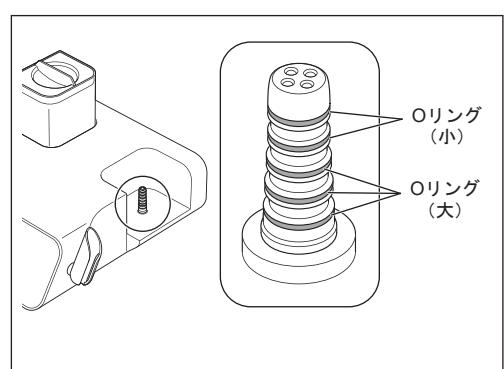

図51
- 1) パウダーチャンバー本体接続部にあるOリングを針などで取り外します（図51）。